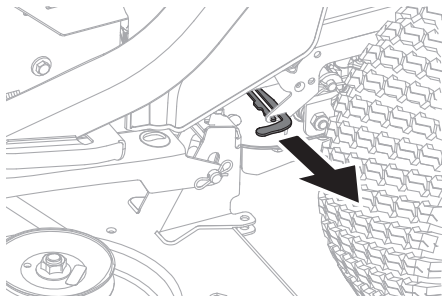

Figure 2
1. Tirez sur la tige pour engager la tige de dérivation. Répétez l'opération pour l'autre côté (Figure 2).